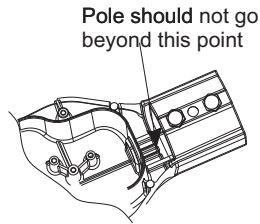

FIG:2
3. Inserte el embone del poste hasta la posición que se muestra en el dibujo a continuación (Fig. 2)